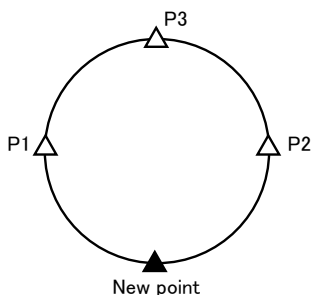

图 2
- 4) 当站点和三个以上已知点排列在同一个圆周上时（如图 2），精度会降低；